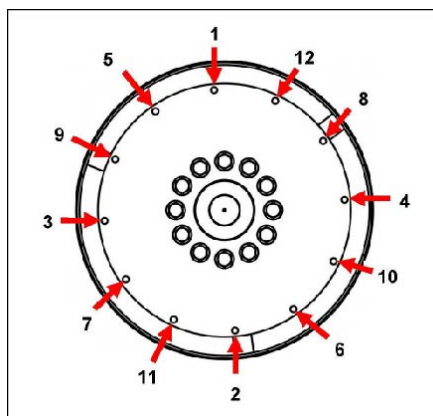

FIGURE 11. SÉQUENCE FIXE
10. Déposer les goujons d'alignement. Monter les vis d'accouplement en utilisant des rondelles de jauge industrielles sous têtes. Serrer les vis pour fixer le disque d'accouplement au volant dans l'ordre indiqué sous Figure 11 à la page 27.